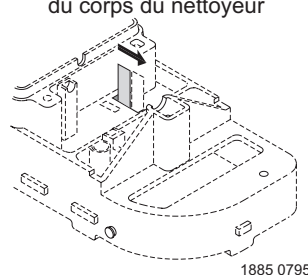

Figure 26
- Par le côté, sortir le cliquet métallique de son encoche. Le remplacer en déposant les brosses du centre, puis en posant un cliquet neuf. Il doit affleurer le bord du support en plastique (Figures 26 et 27). Remplacer les brosses du centre.